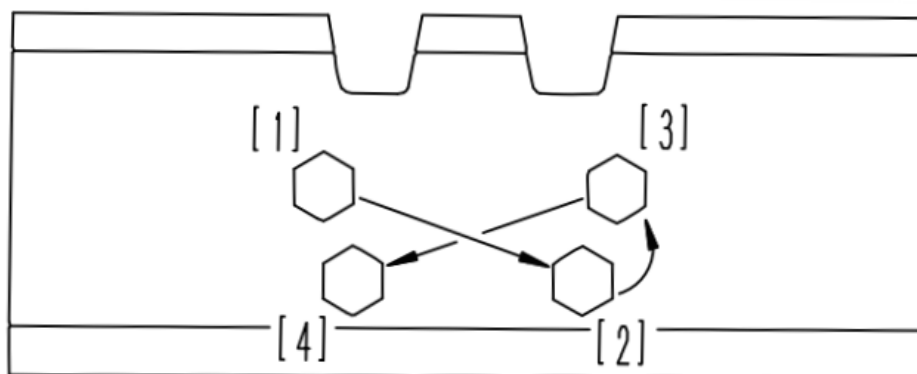

Рисунок 5.110. Схема затяжки крепежных болтов башмака гусеницы
- ▶ Затяжку болтов производить согласно схеме, представленной на рис. 5.110 моментом 500 -700 Н·м.